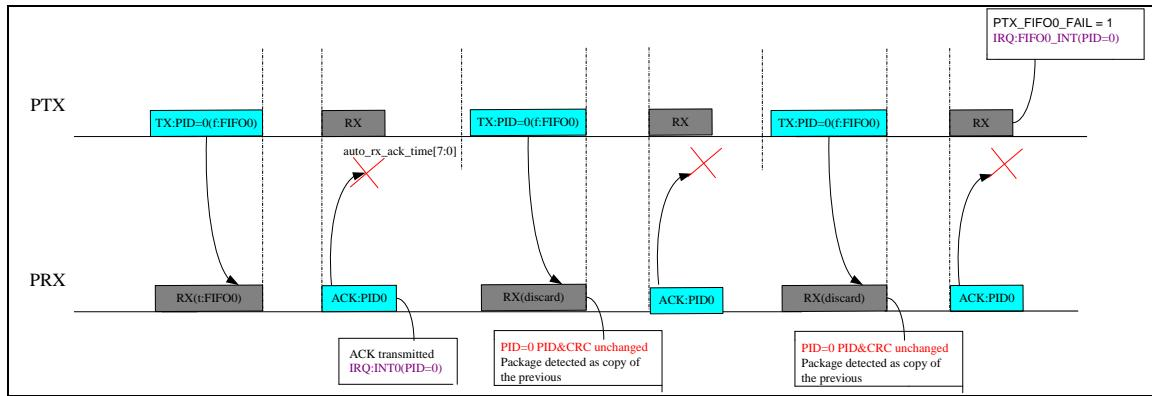

图 7-6 PTX 自动重传情况 3 中断示意图(重发超时, 重发次数为 2)
- ◇ PTX 如果在 AUTO\_RX\_ACK\_TIME 时间内没有成功接收到 PRX 发送的 ACK 信号，PTX 将自动重传上一个数据包。如重传次数超过设定次数 RE\_TX\_TIMES (MISC0 寄存器的 Bit11-Bit8)，INT 寄存器中的 INTn 中断标志位与 FIFO 发送指示位 PTX\_FIFOOn\_FAIL (FIFOOnCTRL 寄存器的 Bit15) 将同时置 '1' 指示发送失败 (详见图 7-4 至图 7-6)。